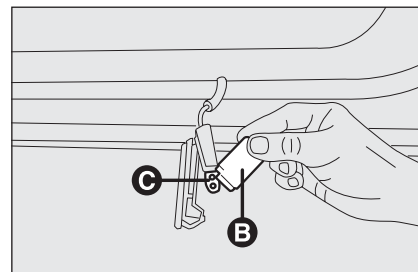

рис. 37
- ❑ Сожмите защитный кожух лампы с боков **B-рис. 37** и поверните его на двух штифтах;
- ❑ Замените вставную лампу **C-рис. 37**;